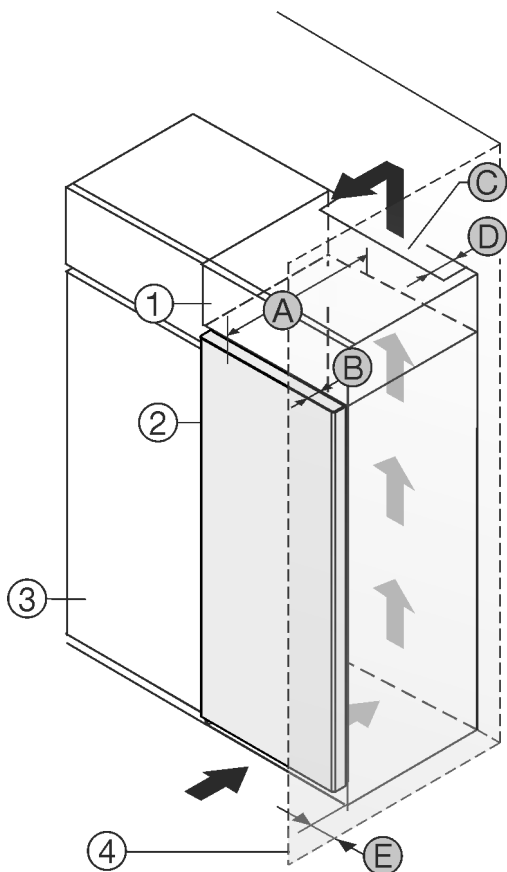

Fig. 1
- (1) Armadietto sovrapponibile\*
- (2) Apparecchiatura\*
- (3) Mobile da cucina\*
- (4) Parete\*
- (A) Profondità apparecchiatura\*
- (B) Profondità porta\*
- (C) Sezione di ventilazione\*
- (D) Distanza lato posteriore apparecchiatura\*
- (E) Distanza lato apparecchiatura\*
È possibile posizionare l'apparecchiatura accanto a un mobile da cucina Fig. 1 (3).\*
Sul lato posteriore dell'armadietto sovrapponibile deve essere presente un vano di scarico dell'aria con la profondità Fig. 1 (D) che attraversa l'intera larghezza dell'armadietto sovrapponibile.\*
Sotto al soffitto deve essere presente la sezione di ventilazione Fig. 1 (C).\*
Se si installa l'apparecchiatura con le cerniere accanto a una parete Fig. 1 (4), la distanza tra l'apparecchiatura e la parete deve essere di almeno 13 mm.\*
Se si installa l'apparecchiatura con le cerniere accanto a una parete Fig. 1 (4), la distanza tra l'apparecchiatura e la parete deve essere di almeno 20 mm.\*
Per poter aprire completamente la porta, installare l'apparecchiatura in modo che sporga dal frontale del mobile da cucina almeno della misura della profondità della porta Fig. 1 (B). L'apparecchiatura può sporgere ulteriormente a seconda della profondità dei mobili da cucina Fig. 1 (3) e dell'utilizzo di distanziatori a parete.\*